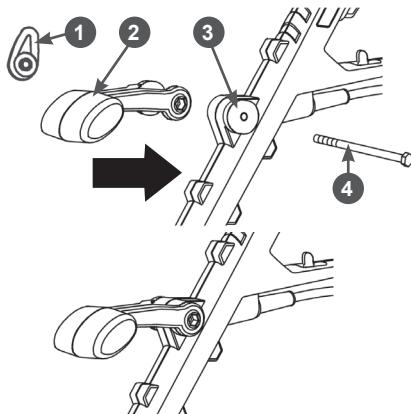

Рис. 3 Установка передней рукоятки
- Установите переднюю рукоятку. Для этого: открутите зажимную ручку 1 и извлеките из рукоятки 2 болт 4 (Рис. 3). Затем установите рукоятку 2 на опору 3 корпуса триммера, совместите отверстия, вставьте в полученное отверстие болт 4 и закрутите зажимную ручку 1 (Рис. 3).